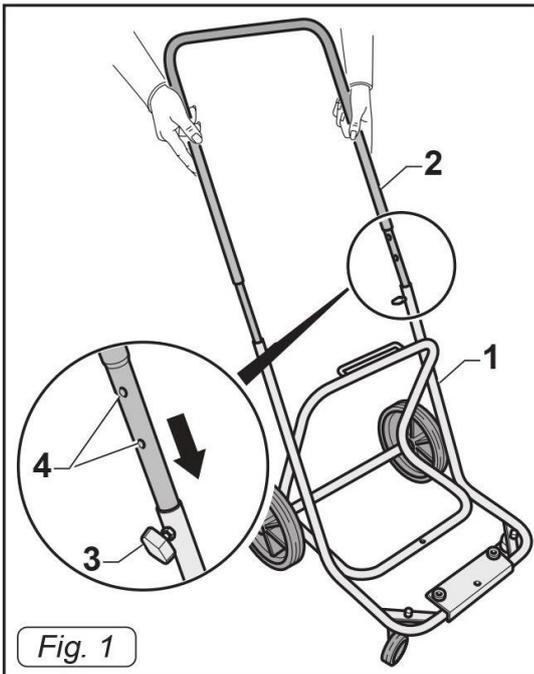

Fig. 1
- Placer kørestellet på gulvet (1, Fig. 1).
- Indsæt bøjlens (2, Fig. 1) i kørestellet.
- Bøjleens højde justeres og fastgøres ved at stramme møtrikken (3, Fig. 1) i en af de to positioner (4, Fig. 1).